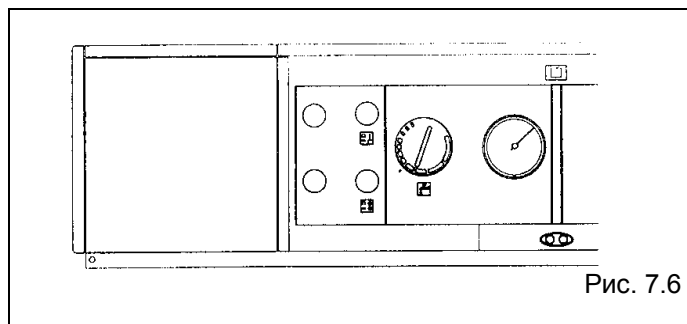

Рис. 7.6
- установить термостат на минимальное значение температуры (рис. 7.6).